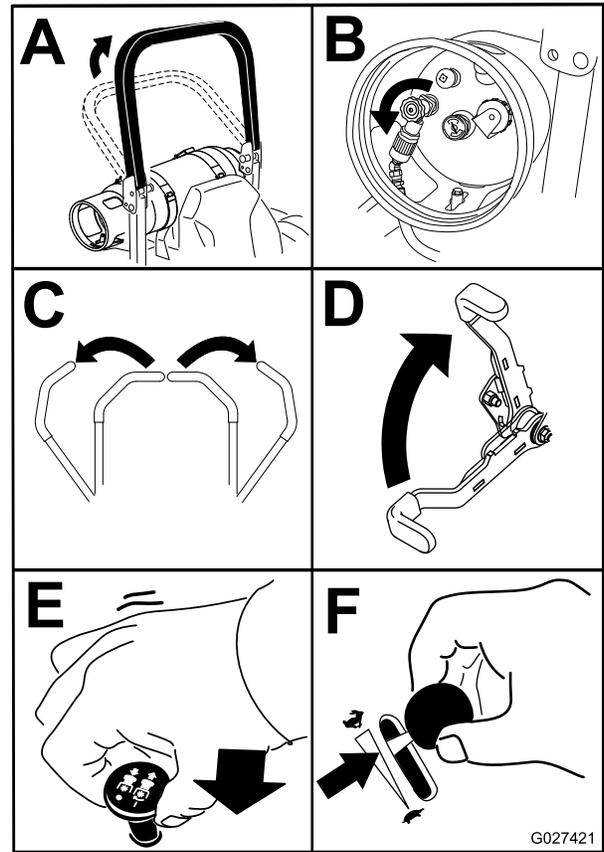

Figura 18
5. Mueva el mando de control de las cuchillas a la posición de Desconectado (Figura 18).
6. Mueva el acelerador a 3/4 de su velocidad máxima, entre las posiciones de Lento y Rápido (Figura 18).